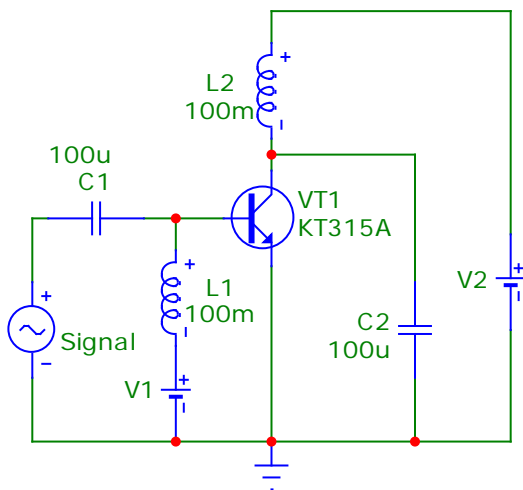
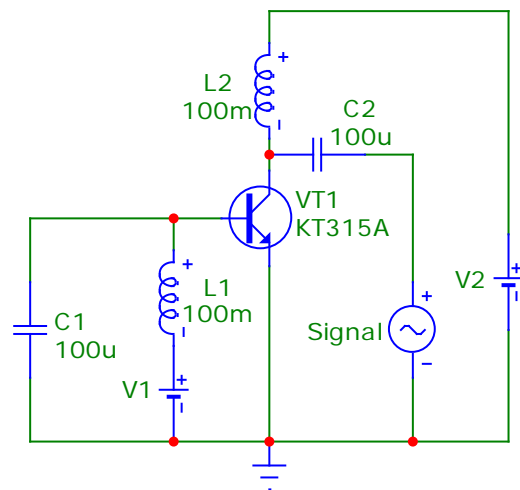

Рис. 3.1. Схема измерения параметров  $Y_{11}$  и  $Y_{21}$  транзистора, включённого с ОЭ
Рис. 3.2. Схема измерения параметров  $Y_{12}$  и  $Y_{22}$  транзистора, включённого с ОЭ
Таким образом, для измерения параметров  $\dot{Y}_{11}$  и  $\dot{Y}_{21}$  необходимо создать режим короткого замыкания по выходу транзистора, а для измерения параметров  $\dot{Y}_{12}$  и  $\dot{Y}_{22}$  – по входу. Для того чтобы при измерении обеспечить необходимый рабочий режим транзистора по постоянному току, короткое замыкание создаётся только для высокочастотного напряжения. Схемы моделей таких измерительных установок приведены на рис. 3.1 – 3.4. Здесь короткое замыкание на частоте сигнала создаётся с помощью блокировочных конденсаторов большой ёмкости, включённых между соответствующим электродом транзистора и «землёй». Испытательный сигнал подаётся от источника (генератора) через разделительный конденсатор. Питающие постоянные напряжения подаются через дроссели – катушки индуктивности, имеющие большое индуктивное сопротивление на частоте сигнала. Это предотвращает попадание высокочастотного сигнала в цепи питания.
ной на рис. 3.1. Два источника напряжения  $V1$  и  $V2$  обеспечивают заданный режим по постоянному току, источник синусоидального напряжения  $Signal$  создаёт испытательный сигнал, конденсатор  $C1$  является разделительным, а конденсатор  $C2$  – блокировочным. При выборе полярности источников  $V1$  и  $V2$  необходимо учитывать, что для транзистора типа  $n-p-n$  на базу и коллектор должно подаваться положительное напряжение (как показано на рис. 3.1), а для транзистора типа  $p-n-p$  – отрицательное. Для измерения параметров  $\dot{Y}_{12}$  и  $\dot{Y}_{22}$  используется схема, показанная на рис. 3.2, которая отличается от схемы на рис. 3.1 тем, что источник испытательного сигнала через разделительный конденсатор  $C2$  подключён к коллектору транзистора, а база транзистора через блокировочный конденсатор  $C1$  соединена с «землёй».
1. Каково назначение конденсаторов  $C1$  и  $C2$  в схеме на рис. 3.1?
2. Каково назначение катушек индуктивности (дросселей)  $L1$  и  $L2$  в схеме на рис. 3.2?